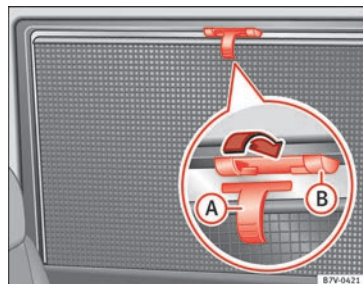

Fig. 143 Dans la fenêtre arrière droite : stores.
- Tirez complètement sur le store grâce à la poignée » fig. 143 A vers le haut.
- Pour ranger le store, décrochez-le d'en haut et baissez-le manuellement » ①.